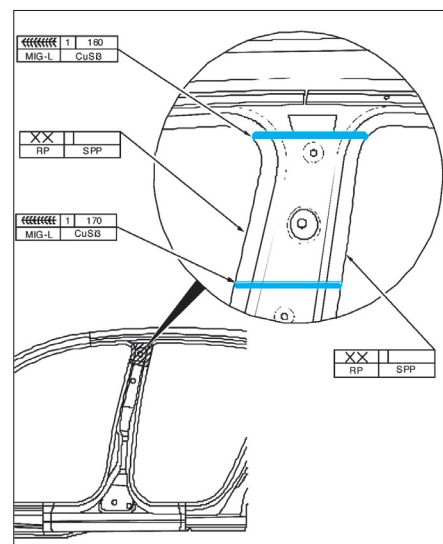

FIG. 64
- Effectuer les points et les cordons de soudure de la partie supérieure de montant B (fig. 64).